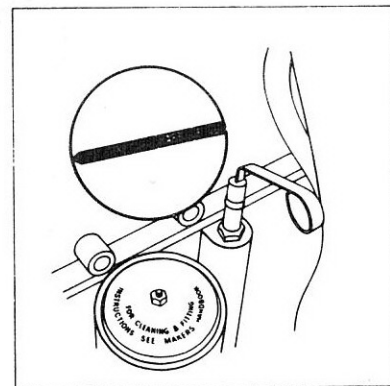

Fig. 7
2. Sortir la baguette-jauge (Fig. 7) et l'essuyer à l'aide d'un chiffon propre.